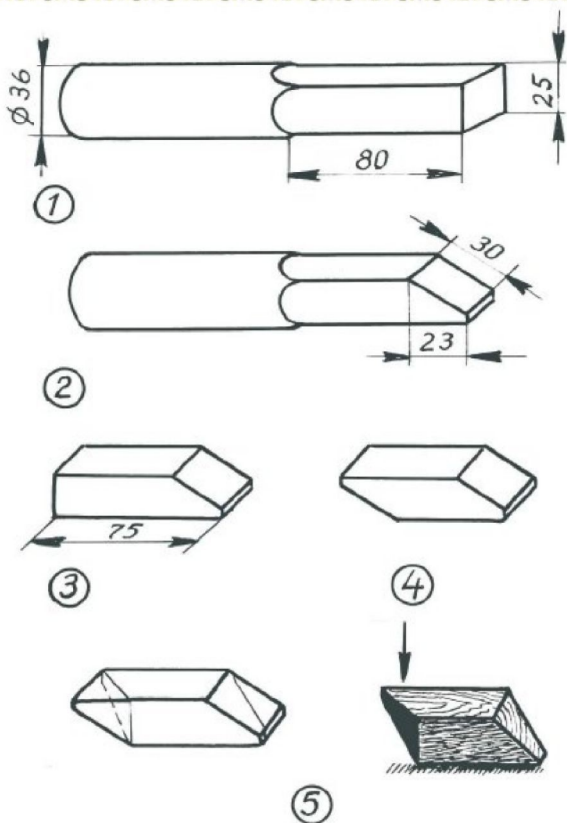

Рис. 21. Последовательность изготовления игрушки «Чижик»
ижик — это маленькая деревянная игрушка (рис. 21 на с. 73), кусочек квадратной палочки размером в ширину ладони, с косыми срезами на концах. Ударяя по одному из его концов (при любом положении чижики), можно заставить его взлететь вверх. В это время ударом по нему лопаточки чижики посылаются в сторону партнёра в игре. Напарник делает то же самое в обратном направлении. Условия игры придумываются самими участниками.
Для изготовления чижики надо сначала найти палочку толщиной 35–40 мм или отколоть её от толстой доски толщиной 27–30 мм. Конец палочки длиной около 80 мм обстругивается под квадрат в сечении (рис. 21 (1)). Затем с одной стороны квадратного конца делается скос длиной 30 мм (рис. 21 (2)). Сначала надо наметить место среза карандашом с отступом от края палочки в 20–23 мм. Теперь можно от заструганного квадратного конца отпилить заготовку для чижики длиной около 75 мм (рис. 21 (3)). С противоположного конца чижики и с его обратной стороны делается ножом такой же наклонный срез (рис. 21 (4)). Такие же срезы надо сделать и с боковых сторон на каждом конце чижики (рис. 21 (5)).